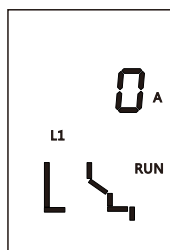

图62 L1相电流显示界面
- ① 缺省状态：缺省状态即为测量状态，故障指示灯都灭，控制器处在无按键操作，显示最大电流。在缺省状态若按“▲”或“▼”键，循环显示L1、L2、L3(LN)、Lg电流值。示例图见图62